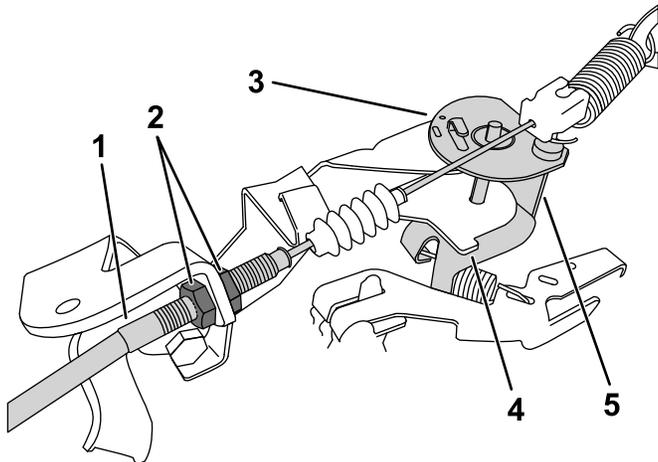

图 36
3. 在油门拉索上拧松前锁紧螺母的同时拧紧后锁紧螺母可增大低怠速图 36。